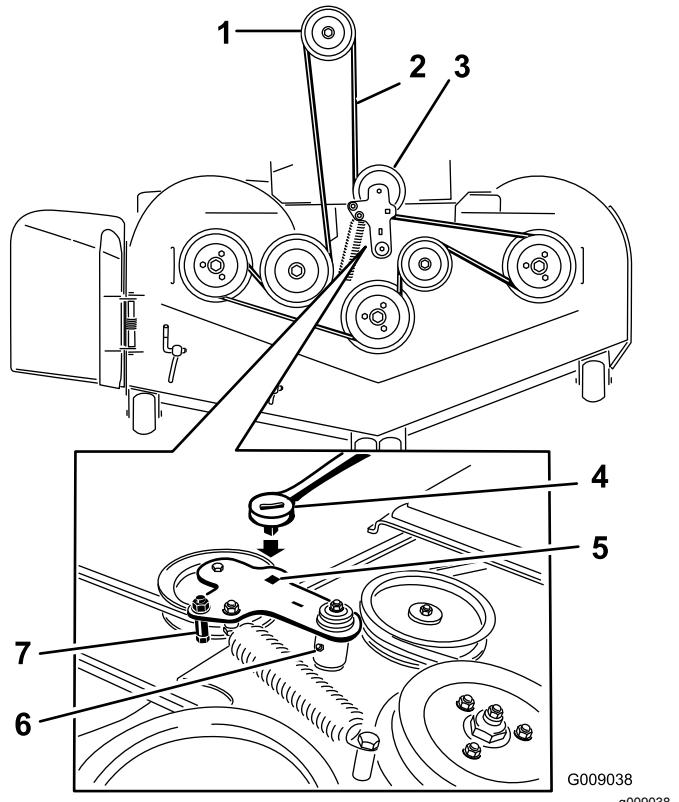

Figura 80
- Utilice una llave de carraca en el taladro cuadrado del brazo tensor para aliviar la tensión del muelle tensor (Figura 80).
- Instale la guía de la correa en el brazo tensor tensado con muelle (Figura 80).
- Pase la correa nueva alrededor de las poleas del cortacésped y de la polea del embrague, debajo del motor (Figura 80).
10. Instale la guía de la correa en el brazo tensor (Figura 80).
11. Utilizando la llave de carraca en el taladro cuadrado, instale el muelle tensor (Figura 80).